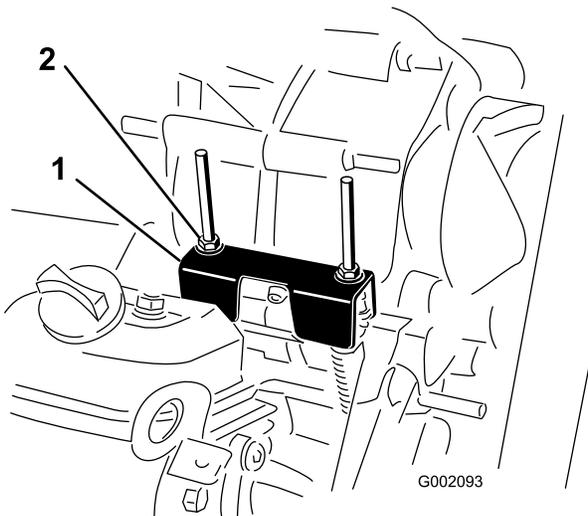

Bild 28
Wenn Sie regelmäßige Wartungsarbeiten und/oder eine Motordiagnostik durchführen, müssen Sie die Antriebsachse zunächst in den Leerlauf schalten (Bild 28). Der Schalthebel weist eine Leerlaufstellung auf, die den Leerlauf der Antriebsachse bestimmt. Treffen Sie die folgenden Maßnahmen, um sicherzustellen, dass der Schalthebel in der Leerlaufstellung die Antriebsachse auch richtig auf Leerlauf schaltet:
2. Stellen Sie sicher, dass die Leerlaufhalterung in der Neutralstellung ist (mit der Kabelbefestigungshalterung unter der Ganghalterung nivelliert), indem Sie die Antriebskupplung drehen (Bild 28). Das Fahrzeug sollte nicht vorwärts- oder rückwärtsrollen. Wenn sich das Fahrzeug bewegen lässt, schieben Sie die Leerlaufhalterung in die Leerlauf-Stellung.
3. Ziehen Sie eine der Sicherungsmuttern an (Bild 28), um einen Abstand von 0,76 mm bis 1,52 mm zu erreichen).